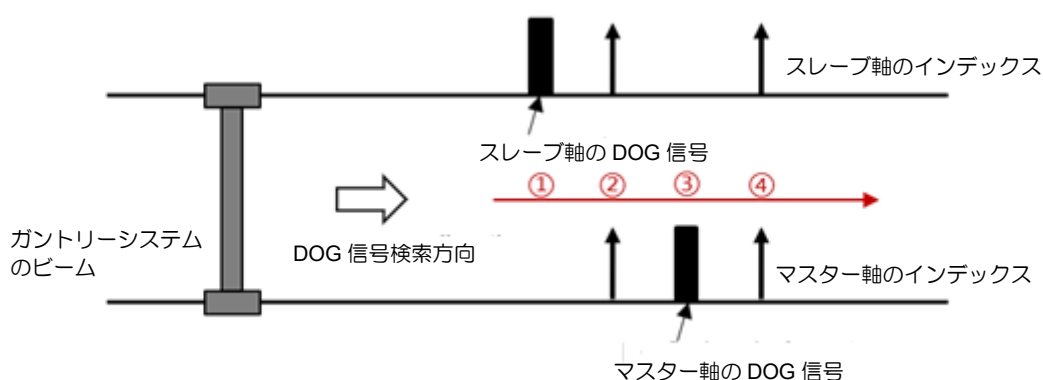

図 6.7.1
- V. 図 6.7.1 に示すように、スレーブ軸の原点復帰手順とマスタ軸の原点復帰手順を完了します。